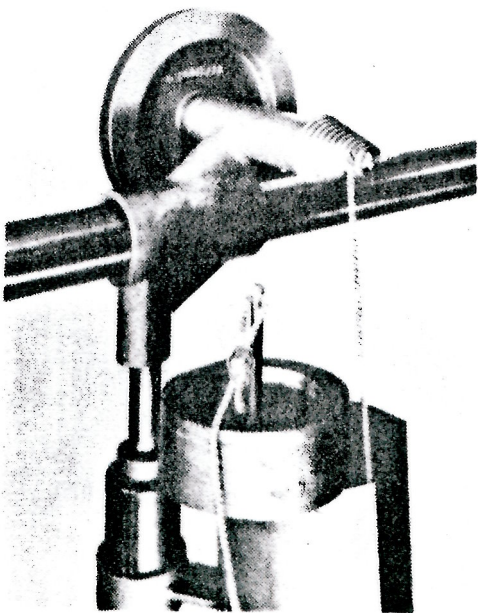

Abb. 3
1. Seil aus der Klemmbride lösen und den Aufhängebolzen der Zuggewichte durch das Grundgewicht stossen. (Siehe Abb. 3).